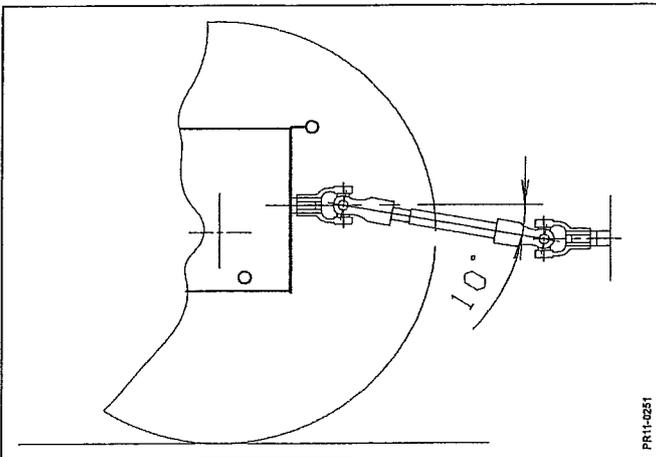

Fig. 2-5
- Fig. 2-5:** Les angles des arbres de prise de force doivent être compris entre  $-10^{\circ}$  et  $+25^{\circ}$  par rapport à l'horizontale.